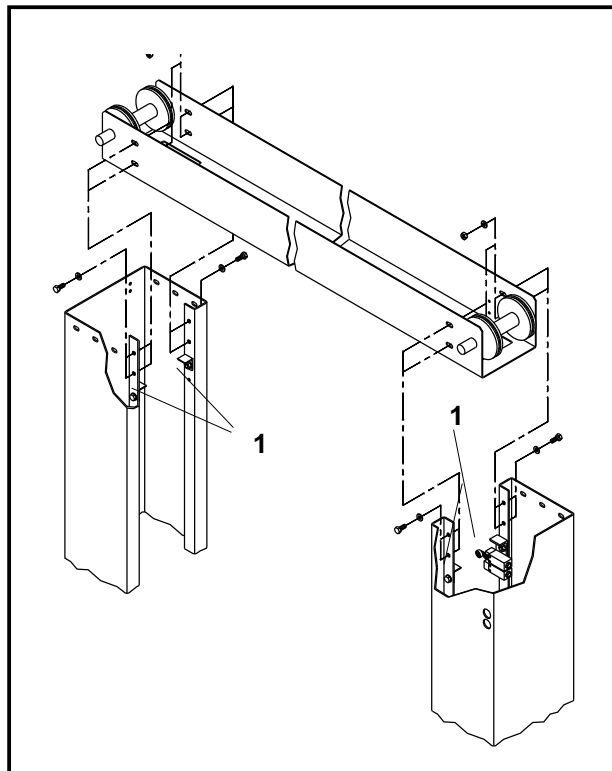

Fig. 40
10 - Prendere il gruppo, imbragandolo con il mezzo di sollevamento, posizionarlo sugli appositi appoggi (Rif.1 Fig.40) alla sommità delle colonne e fissarlo con le 8 viti TE M10x25 con dado esagonale e due rondelle piane.
10 - Sling this group with the lifting unit, place it on its supports (ref.1, fig.40) on top of the posts and fix it with the 8 HH screws 10x25 with hex. nut and flat washers.